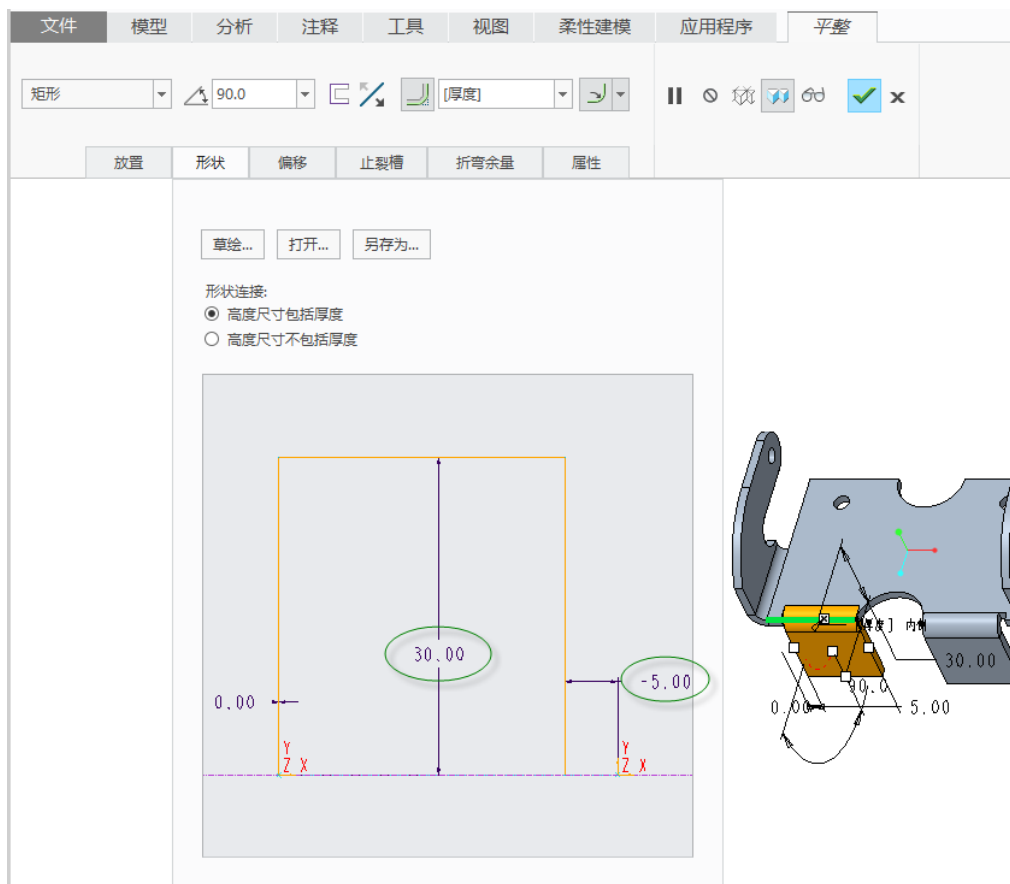

图 5-183 设置形状尺寸 2
(3) 在“平整”选项卡上打开“形状”面板，选中“高度尺寸包括厚度”单选按钮，并在草绘窗口中设置图 5-183 所示的形状尺寸。